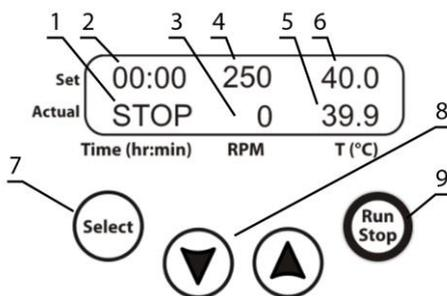

Рисунок 1. Панель управления
- В верхней строке **Set** – ранее установленные значения времени (рис. 1/2), скорости магнитного перемешивающего элемента (рис. 1/4) и температуры воды (рис. 1/6);
- В нижней строке **Actual** – время работы или индикация остановки (STOP, рис. 1/1), текущая скорость магнитного перемешивающего элемента (рис. 1/3) и текущая температура воды (рис. 1/5).
- 5.3. **Установка параметров.** Нажмите кнопку **Select** (рис. 1/7) для выбора изменяемого параметра. Каждое нажатие кнопки **Select** последовательно по кругу активирует параметры. Активный параметр мигает. Используйте кнопки **▼** и **▲** (рис. 1/8) для установки необходимого значения. Если нажать и удерживать кнопку дольше 2 с, значения меняются быстрее.
- 5.4. **Установка температуры.** Выберите и установите необходимую температуру в градусах Цельсия (**T (°C)**, рис. 1/6). Начнется нагрев. Текущие показания температуры отображаются в нижней строке дисплея (рис. 1/5).
- 5.5. **Установка скорости вращения магнитного элемента.** Выберите и установите скорость вращения в оборотах в минуту (**RPM**, рис. 1/4). Текущие показания отображаются в нижней строке дисплея (рис. 1/3).
- 5.6. **Установка времени.** Выберите и установите таймер, в часах и минутах (**Time (hr:min)**, рис. 1/2).
- 5.7. Нажмите кнопку **Run/Stop** (рис. 1/9) для начала отсчета установленного интервала времени (рис. 1/1).